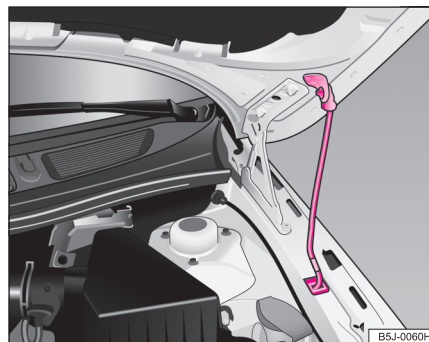

Abb. 143 Sicherung der Motorraumklappe mit der Klappenstütze ▶
- Nehmen Sie die Klappenstütze aus der Halterung und setzen Sie die Klappenstütze in die dafür vorgesehene Öffnung ⇒ Seite 208, Abb. 143.